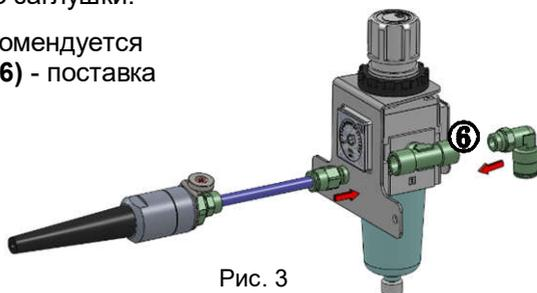

Рис. 3
Для других конструкций, рис.3, рекомендуется использовать АДАПТЕР 2.0 МПВ (6) - поставка по дополнительной заявке.